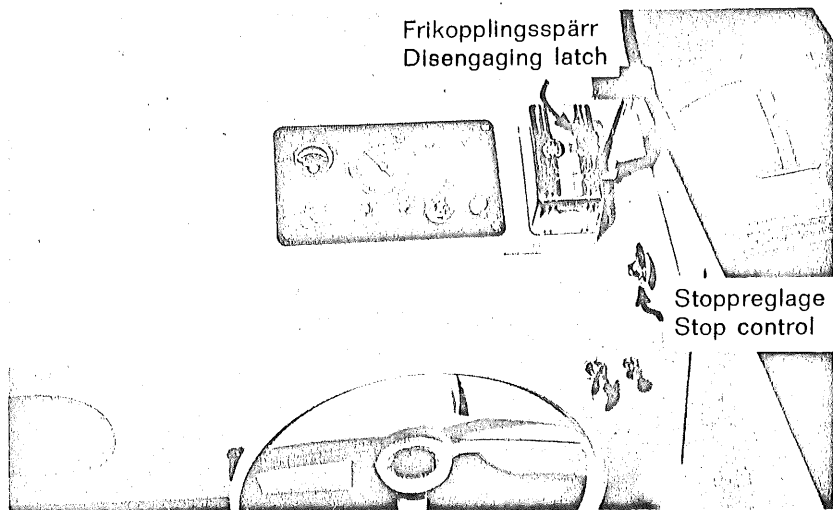
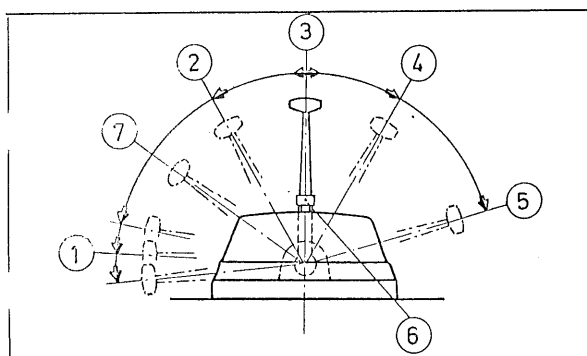

Fig. 19. Manöverplats med instrumenttavla, enspaksreglage och ratt.
Fig. 21. Enspaksreglagets lägen.
2. Kontrollera att stoppreglaget är intryckt (fig. 19).
3. Tryck in frikopplingsspärren (fig. 19) och för manöverspaken framåt till startläge (läge 7 i fig. 21).
7. För tillbaka manöverspaken till neutralläge när motorn går rent (läge 3 i fig. 21).
När enspaksreglaget står i neutralläge (läge 3 i fig. 21) är propellern urkopplad och motorn arbetar på tomgångsvarv (cirka 650 r/m). När spaken förs framåt till det distinkta läget 2 för fart framåt (tomgång) kopplas propellern in. När spaken förs bakåt till det distinkta läget 4 för fart back (tomgång) inkopplas propellern med omvänd rotationsriktning.